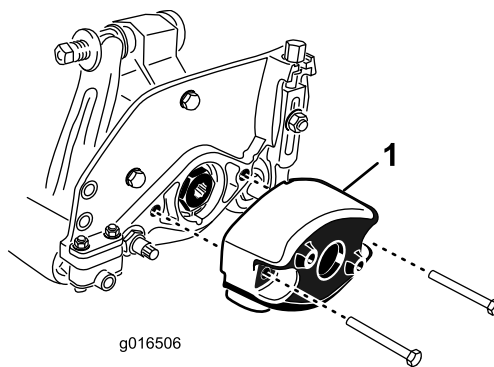

图 8
1. 拆下将配重块固定到滚刀组左端的 2 个螺栓。拆下配重块 图 8。
5. 在滚刀组右端的 O 形圈上涂抹一薄层润滑脂用之前拆下的螺栓安装配重块 图 8。上紧螺栓扭矩至 1620N·m。